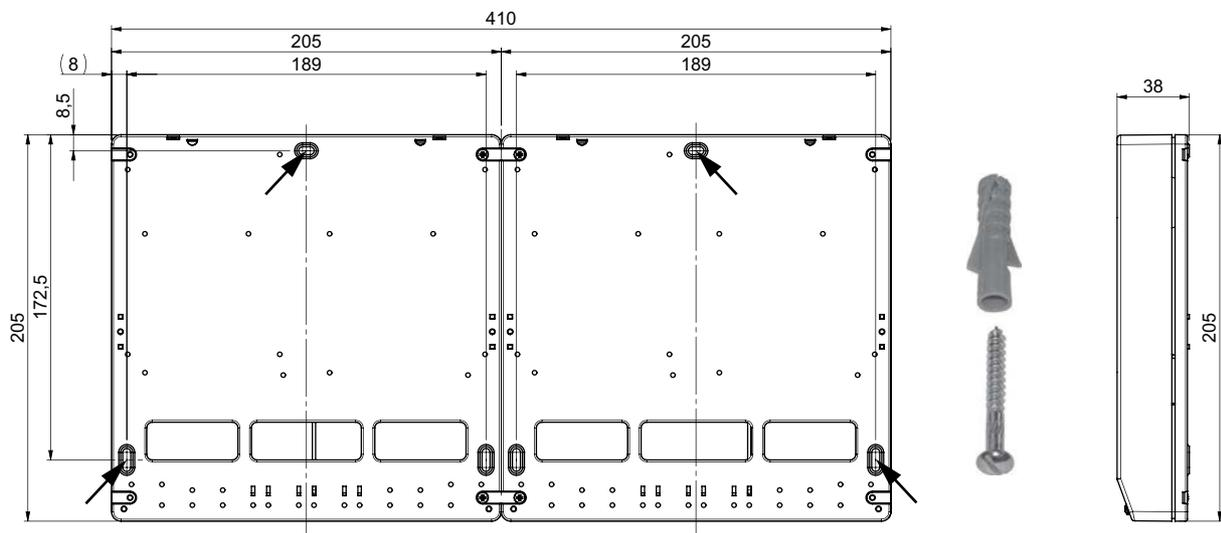

Fig.13 Maßskizze - Ansicht von hinten
- Montagelöcher (\varnothing 6 mm) laut Skizze (Fig. 13) in die Mauer bohren .